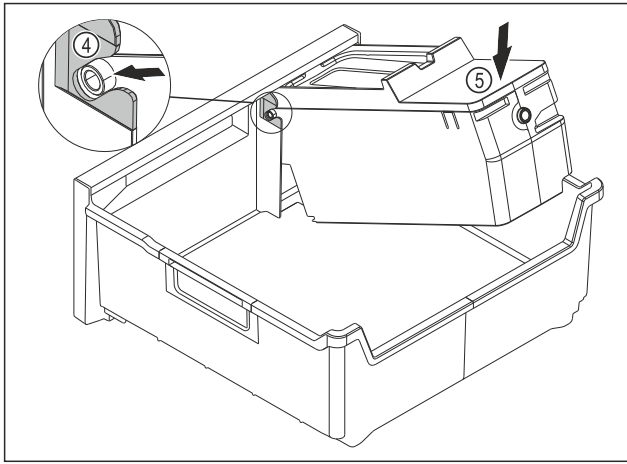

Fig. 81
- Montáž korpusu EasyTwist-Ice: Osy korpusu EasyTwist-Ice zasuněte do vedení Fig. 81 (4).
- Stlačte korpus EasyTwist-Ice Fig. 81 (5) vzadu dolů.